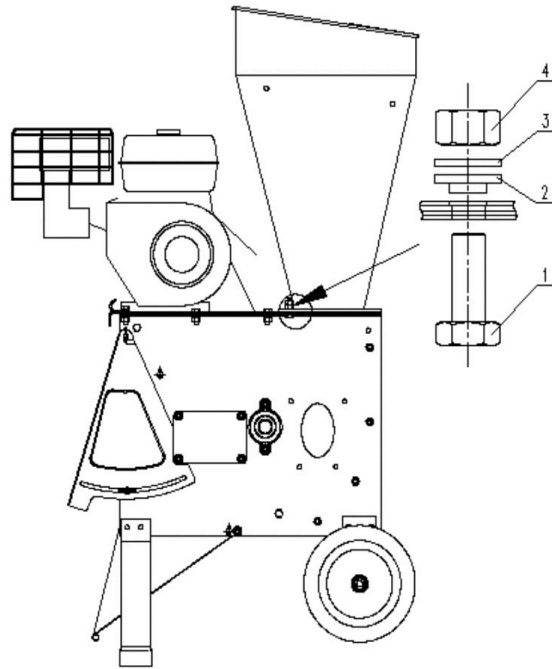

Figura 2
2.2. Fije el perno 1 con la arandela 2, la junta 3 y la tuerca 4. Consulte la figura 2.